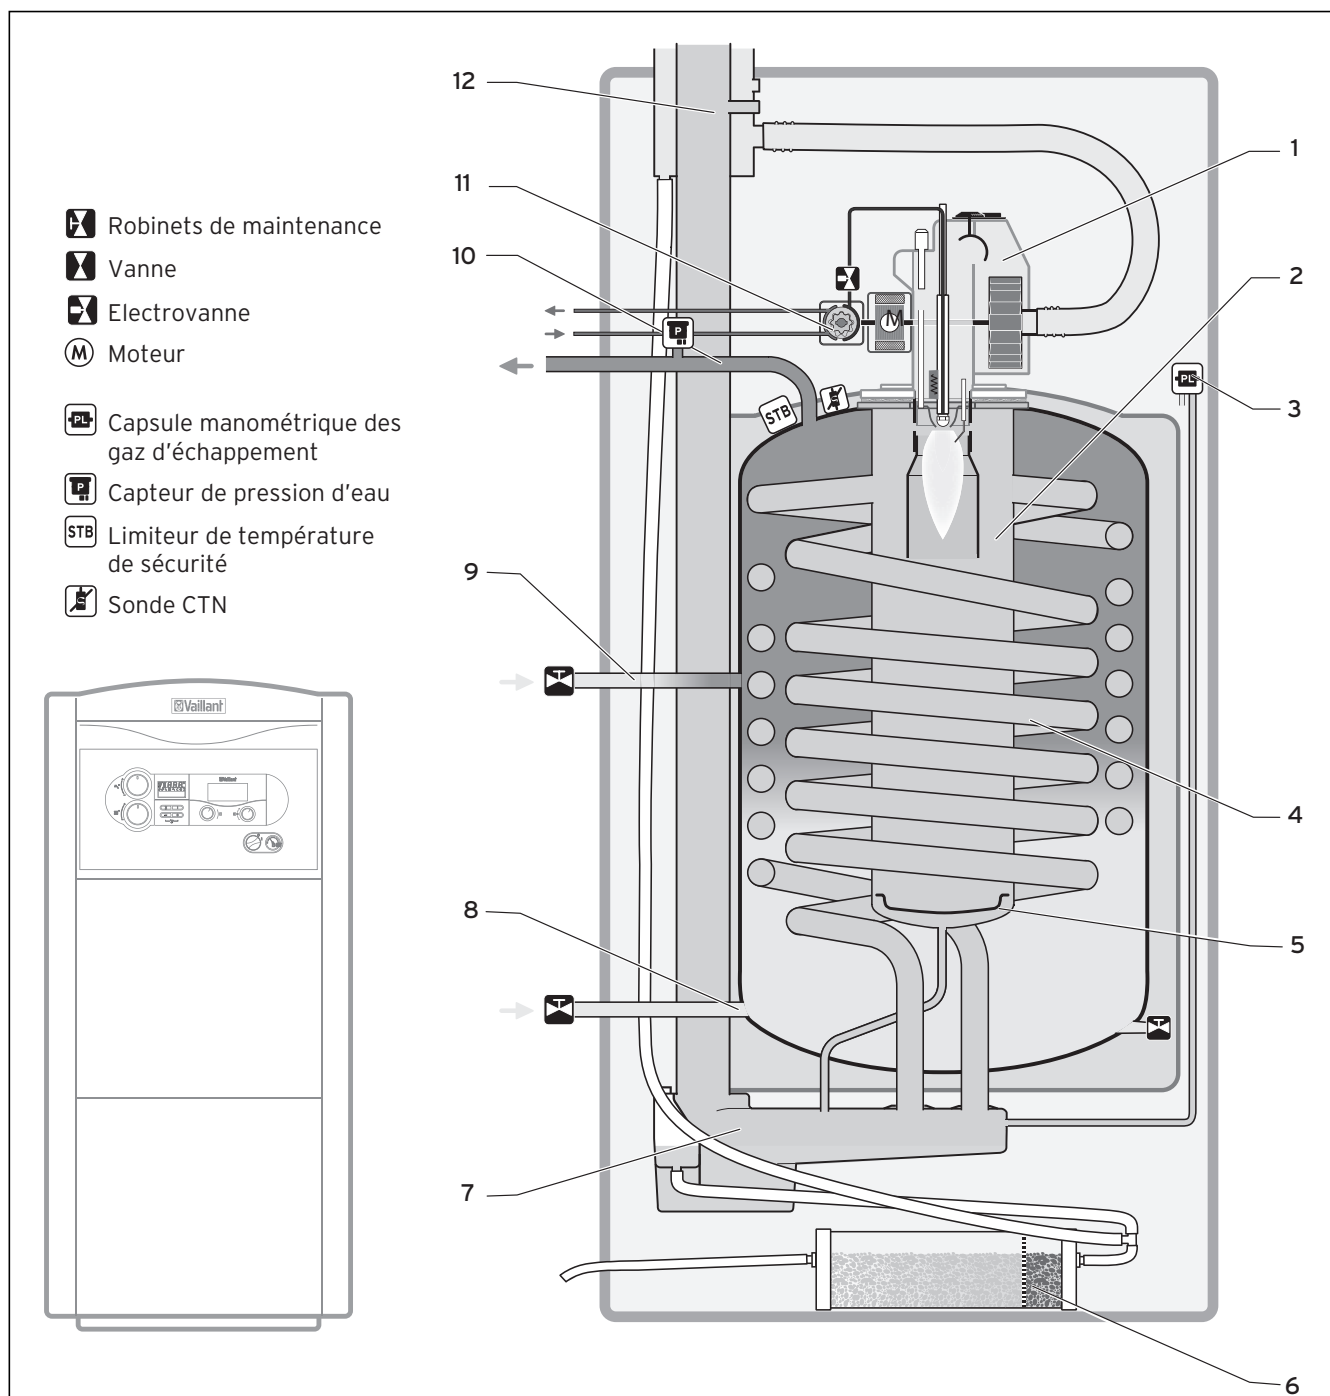

Fig. 4.1 Schéma fonctionnel de la chaudière mazout à condensation
Légende de la fig. 4.1
Le mazout est aspiré dans le brûleur à mazout (1) (voir Fig. 4.1) par l'intermédiaire de la pompe à mazout (11) et injecté à haute pression dans la chambre de combustion par le biais de la buse à mazout. Au début du tube à flammes, il se forme, conjointement à l'air de combustion qui est mélangé simultanément, un mélange homogène qui se consume majoritairement sans résidus.